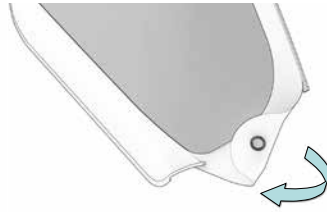

Abb. 43
Druckknöpfe im vorderen Bereich der Seitenwände schließen. Dabei wird die Innenseite der Seitenwände nach außen gedreht (Abb. 43) und an die Innenseite des Mittelteils ③ befestigt. Dadurch wird gewährleistet, dass Regen immer nach außen abläuft und nicht in die Cargobox fließt.